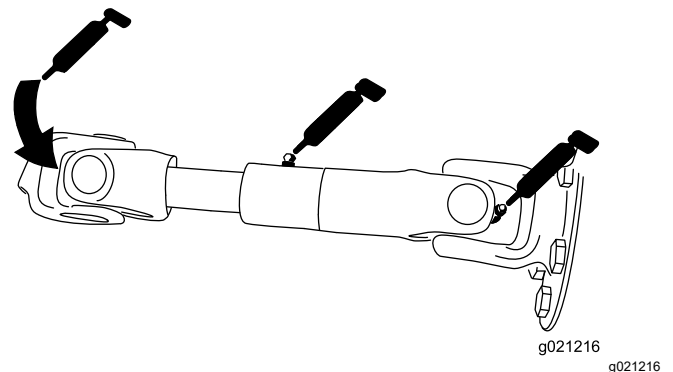

Figure 107
- Arbre d'entraînement de pompe (3) (Figure 107)